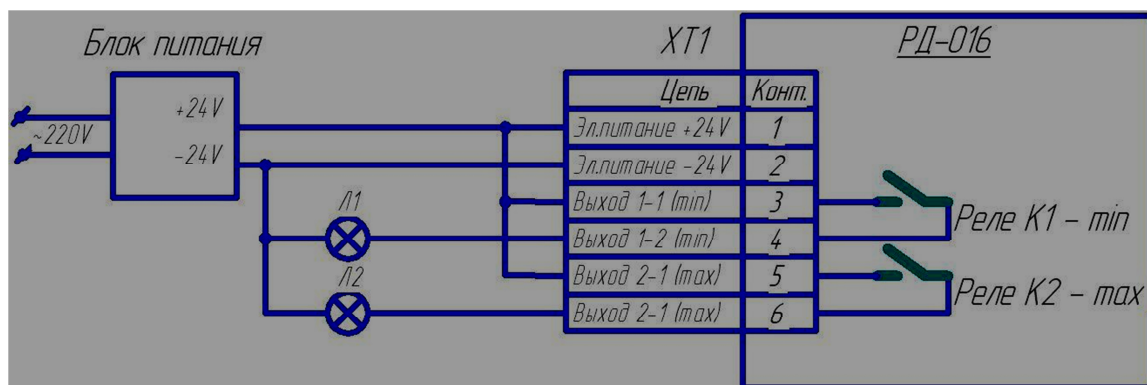

Рис. 4. Схема проверки работоспособности РД-016.
7.3. Кабели подключения реле к внешним цепям должны быть выполнены из многожильных медных проводов с сечением 0,5 мм². Вариант подключения питания показан на рис.4. При питании реле от источника постоянного тока 24 В к контакту 1 колодки ХТ 1 необходимо подвести плюс 24 В, а к контакту 2 колодки ХТ 1 – минус 24 В (общий провод).
9.3.1. Скоммутировать схему согласно рис.4, снять крышку; отвинтив 4 винта и подключить контакты колодки ХТ1 реле согласно схеме проверки.
9.3.4. Подать в рабочую полость воздух давлением, значение которого равно значению уставки «min», проконтролировать срабатывание светодиода «MIN» и включение лампы Л1 см.рис.4.
9.3.5. Подать в рабочую полость воздух давлением, значение которого равно значению уставки «max», настроить реле на требуемую точку срабатывания, контролируя включение индикатора «MAX» и включение лампы Л2 см. рис.4.